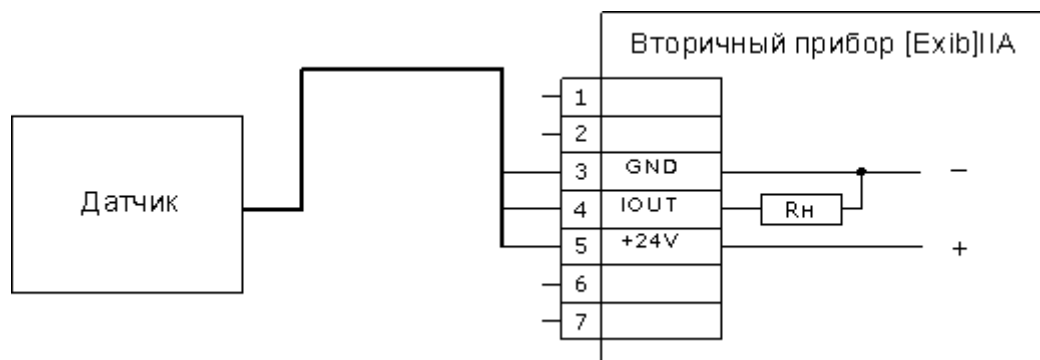

Рис.3. Схема подключения датчика
10.3. Подсоединение к прибору производится в соответствии со схемой электрических соединений (рис.3.) при отключенном питании, кабелем КДПЛ1, входящим в комплект поставки датчика.